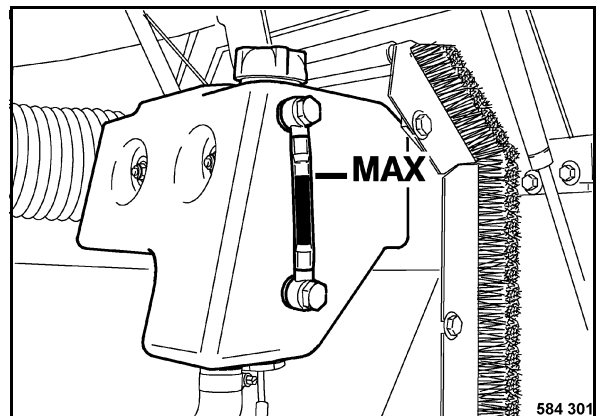

Fig. 150
- Comprobar el nivel del refrigerante (Fig. 150).